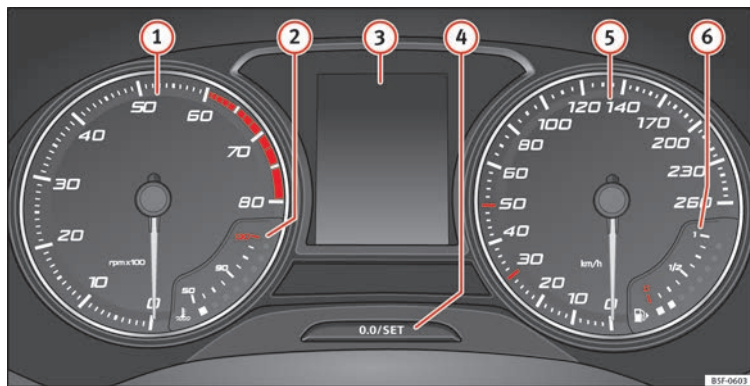

Fig. 110 Combiné d'instruments à l'avant.
Explications concernant les cadrams » fig. 110 :
Le compte-tours indique le nombre de tours du moteur par minute » **fig. 110 ①**.
① ATTENTION
L'aiguille du compte-tours ① » **fig. 110** ne doit rester que peu de temps dans la zone rouge : risque d'endommagement du moteur.
Lors de la mise du contact d'allumage, l'écran du tableau de bord » **fig. 110 ③** affiche diverses informations en fonction de l'équipement du véhicule :
- Appuyez brièvement sur le bouton **» fig. 110 ④** pour remettre le compteur kilométrique journalier à 0.
- Maintenez enfoncé le bouton **④** pendant environ 3 secondes pour afficher la valeur précédente.
- Pour régler l'heure, maintenez enfoncé le bouton **» fig. 110 ④** pendant plus de 3 secondes afin de sélectionner l'indicateur des heures ou des minutes.
- Pour poursuivre le réglage, appuyez sur la partie supérieure ou inférieure du bouton **④**. Pour que les nombres défilent rapidement, maintenez la touche appuyée.
- Appuyez de nouveau sur le bouton **④** pour mettre fin au réglage de l'heure.
Maintenez enfoncé le bouton **» fig. 110 ④** pendant plus de 15 secondes pour afficher les lettres-repères du moteur (MKB) du véhicule. Pour cela, le contact d'allumage doit être mis et le moteur coupé.
L'indicateur de température du liquide de refroidissement **2** » **fig. 110** ne fonctionne que lorsque le contact d'allumage est mis. Pour éviter d'endommager le moteur, veuillez tenir compte des remarques suivantes, relatives aux plages de température.